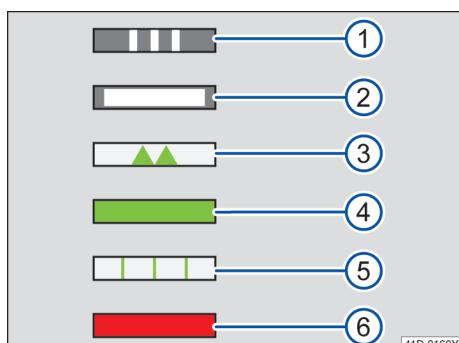

图 126 充电状态指示灯
→图 126①闪烁：车辆建立与充电基础设施的通信，充电处于初始化阶段。
→图 126②灯持续亮起：照明功能，具体说明如下。
→ 图 126③间歇性亮起：高压电池正在充电。
→ 图 126④灯持续亮起：成功完成充电过程。
→ 图 126⑤闪烁：激活定时充电且未开始充电过程。
→ 图 126⑥灯持续亮起：充电系统有故障。